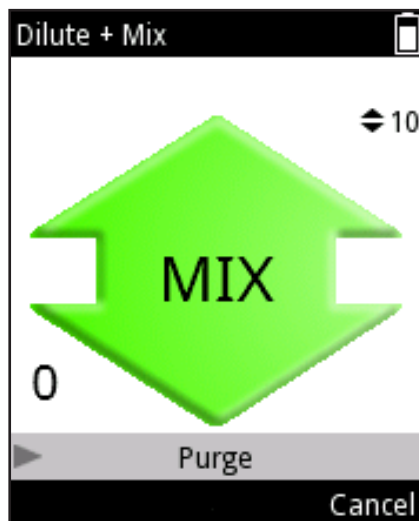

Abb. D32.
8. b) **Cycle based** (Zyklusbasiert): Die Pipette führt die vorab definierte Anzahl der Mischzyklen aus. Falls der Mischungszähler aktiviert ist, erscheint unten links die Anzahl der durchgeführten Mischzyklen (Abb. D32).